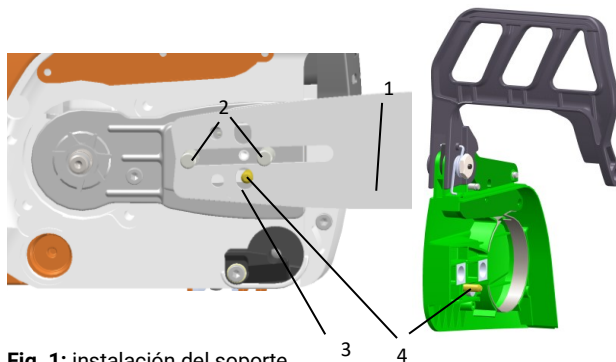

Fig. 1: instalación del soporte
- > Coloque la barra guía (**1** - Fig. 1) entre los tornillos (**2** - Fig.1) de la misma manera que una barra guía de una motosierra normal.
- > El agujero (**3** - Fig.1) en el soporte debe ser colocado en el conductor del tensor de la cadena. Dependiendo del tipo de motosierra, ésta se monta en el lado del motor o en la cubierta (**4** - Fig.1).